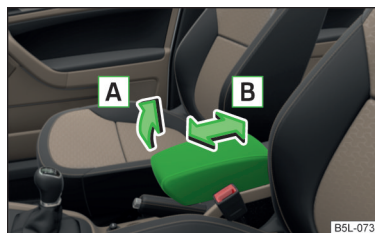

Fig. 59
- Para el **ajuste de altura**, elevar el apoyabrazos en el sentido de la flecha **[A]** en una de las cuatro posiciones de retención » fig. 59.